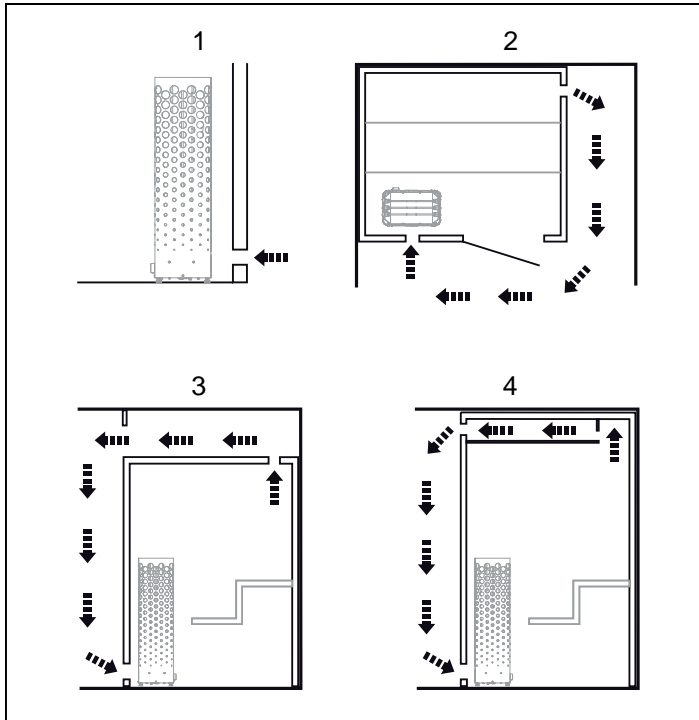

Рисунок 6: Установка впускного и выпускного клапана
- с максимальным расстоянием до впускного клапана, например, по диагонали (см. рис. 6).
- высоко на стене или на потолке (см. рис. 6).